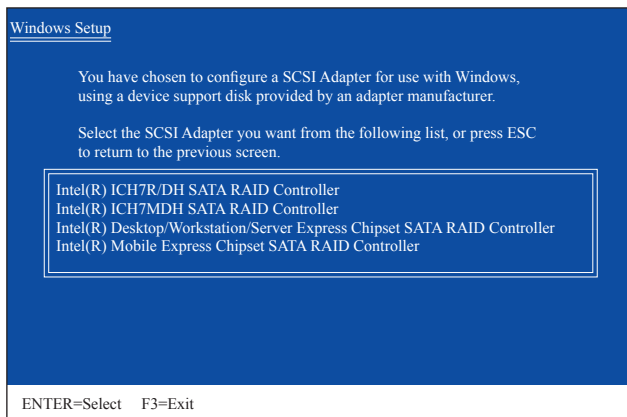

図 1
SATA RAID/AHCIドライバを含むフロッピーディスクを挿入し、<Enter>を押します。次に、以下の図1のようなコントローラメニューが表示されます。Intel(R) Desktop/Workstation/Server Express Chipset SATA RAID Controllerを選択し、<Enter>を押します。AHCIモードの場合、キーボードの矢印キーを使用してIntel(R) Desktop/Workstation/Server Express Chipset SATA AHCI Controllerアイテムにスクロールし<Enter>を押します。